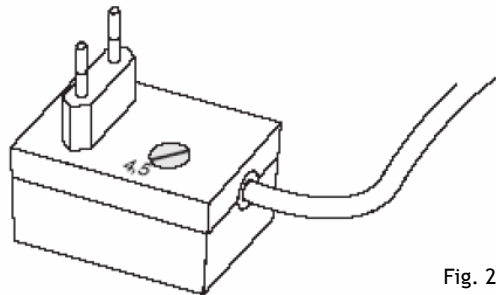

Fig. 25
- 1) Controleer of de adapter is ingesteld op de juiste spanning (4,5 Volt). Stel, indien noodzakelijk, de netadapter in op de juiste spanning (zie fig.25). Sluit de netadapter aan op het ontvangstkastje.